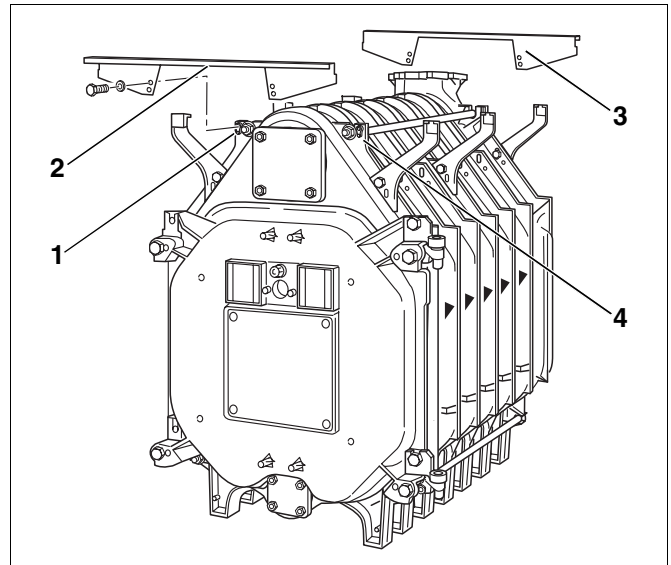

Abb. 37 Quertraversen montieren
- Die Quertraverse oben vorne (Abb. 37, **Pos. 2**) auf den Gussnocken (Abb. 37, **Pos. 1** und **4**) fixieren und mit Sechskantschrauben (M8 × 16) handfest anschrauben. Die Abkantung der vorderen Traverse muss nach vorne zeigen.
- Die Quertraverse oben hinten (Abb. 37, **Pos. 3**) auf den Gussnocken fixieren und mit Sechskantschrauben (M8 × 16) befestigen. Die Abkantung der hinteren Traverse muss nach hinten zeigen.